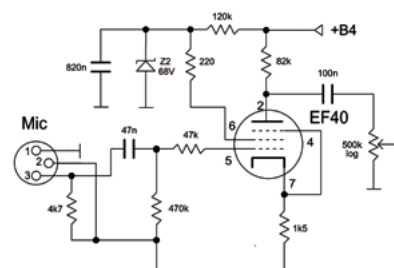
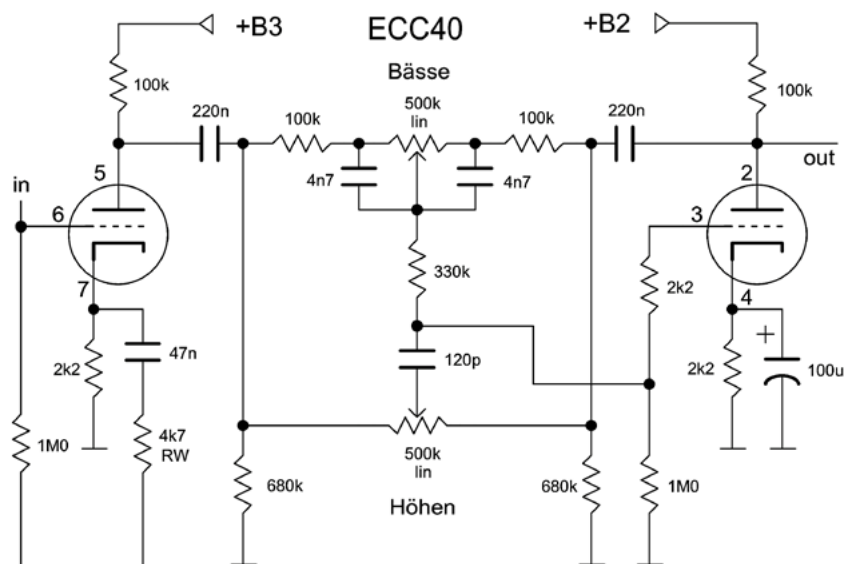

Bild 6: Mikrofonvorverstärker im MkII
Bild 8: James-Baxandall Klangregler im MkII
In der gewählten Schaltung (Bild 6) wird der Eingang mit 4k7 abgeschlossen und die EF40 als Pentode geschaltet. Damit ist die Verstärkung, sogar ohne Kathodenkondensator, ausreichend und die Änderung bleibt minimal.
Die in meinem Verstärker umgesetzte Klangsteuerung (Bild 8) entspricht dieser Lösung von 1952 mit den auch von Baxandall erwähnten ECC40 (mit viel weniger Verstärkung [8] als die Pentode). Die resultierenden Kurven sind deswegen z.B. in der maximalen Anhebung deutlich schwächer. Die RC-Kombination an der Kathode der Eingangsstufe korrigiert den Frequenzgang ab ~1kHz.
- [7] «Negative-Feedback Tone Control», P. J. Baxandall, in «Wireless World», Oct. 1952, Seiten 402-405 inklusive Erratum in W. W. Nov. 1952. Bild 7 ist (überarbeitet) aus diesem Aufsatz (Fig.6 und Fig.8). Download einer Kopie: [http://www.thermionic.info/baxandall/Baxandall\\_Negative-FeedbackTone.pdf](http://www.thermionic.info/baxandall/Baxandall_Negative-FeedbackTone.pdf)